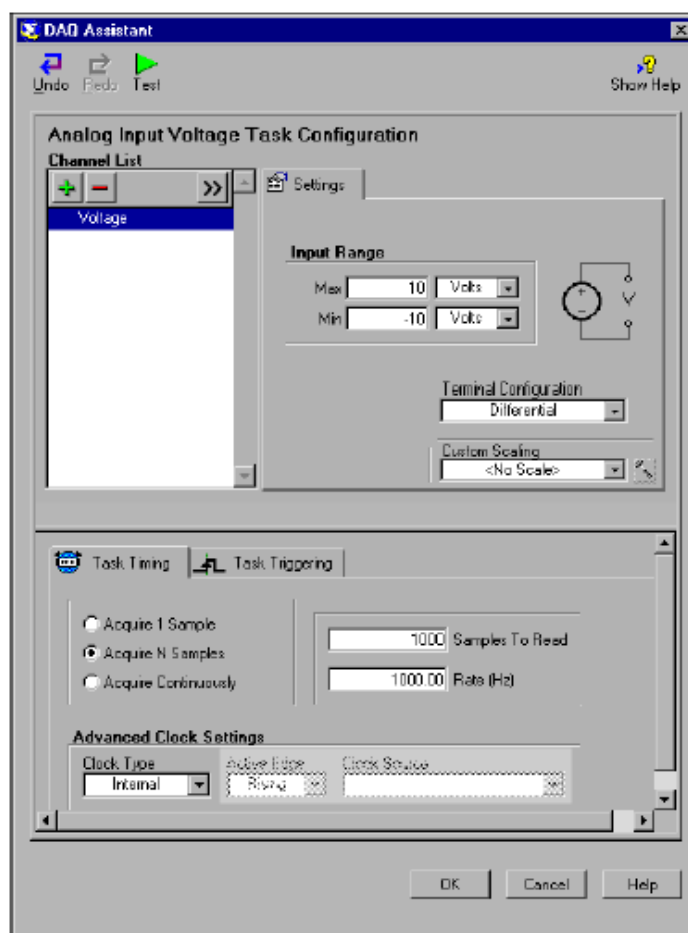

图 4-1 利用 DAQ Assistant 配置任务
5. 在 **My Physical Channels** 表格中, 选中连接信号的物理通道, 例如 **ai0**, 然后点击 **Finish** 键。DAQ Assistant 会打开一个新窗口, 如图 4-1 所示, 显示了用于设定通道的选项。进行设定以完成任务。